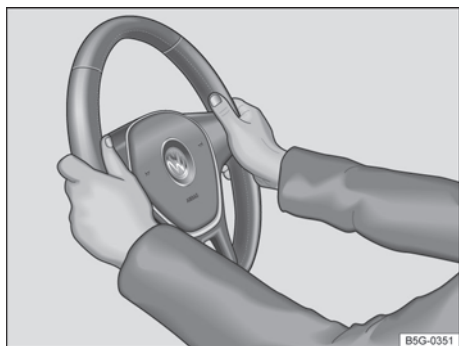

Fig. 56 En el volante: posición 9 y 3 horas.
- Ajustar la posición del volante de forma que pueda sostenerlo lateralmente por el borde exterior *posición equivalente a las 9 y a las 3 horas* → **fig. 56** con ambas manos y los brazos ligeramente doblados.
- Presionar la palanca ① siempre firmemente hacia arriba después del ajuste para que el volante no cambie su posición mientras conduce.
- Durante la marcha, siempre sujete el volante con ambas manos, de forma lateral, por el borde exterior *en la posición de 9h y 3h* → **fig. 56**, para reducir lesiones causadas al dispararse el airbag frontal del conductor.